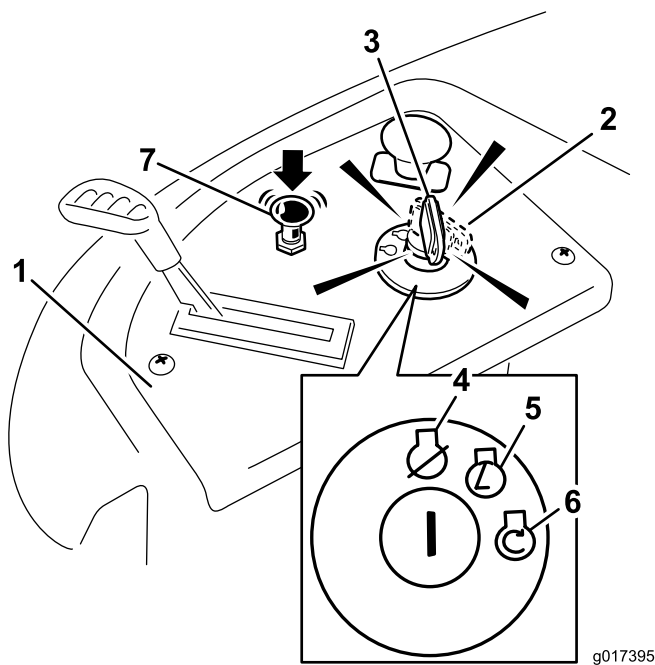

Figure 14
4. Tournez la clé de contact en position de démarrage pour activer le démarreur. Relâchez la clé quand le moteur démarre (Figure 14).
5. Lorsque le moteur démarre, appuyez sur la commande de starter (Figure 14). Si le moteur cale ou hésite, tirez la commande de starter et faites tourner le moteur quelques secondes. Appuyez ensuite sur la commande de starter. Répétez l'opération si nécessaire.
3. Tournez la clé de contact à la position contact coupé (Figure 14) et enlevez-la.